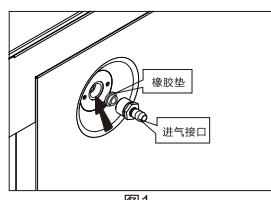

图1
**注意：**当用户选择使用左侧作为进气位置时，需要使用专业工具将左侧的内六角螺母堵头（含橡胶垫片）和右侧进气接口（含橡胶垫片）卸下，并将其安装位置对调、锁紧（橡胶垫片不得遗漏）（图1）
**金属波纹管安装：**将本机自带的进气接口卸下（橡胶垫片不得遗漏）（图1），换上附件包中的螺纹转接并锁紧（橡胶垫片不得遗漏）（图4），再将金属波纹管（不得遗漏橡胶垫片）锁紧在螺纹转接上（图6）